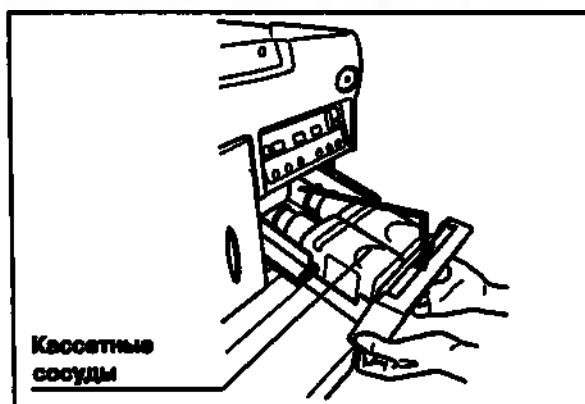

Рис. 4.47
5. Выдвиньте лоток для сосудов с дезинфицирующим раствором. При наличии в лотке кассетных сосудов опустите лоток вниз, при этом горлышки кассетных сосудов должны быть ориентированы вверх, чтобы не происходило вытекание дезинфицирующего раствора. При случайном вытекании дезинфицирующего раствора немедленно вытрите его чистой тряпкой (см. рис. 4.47). Сравните два лезвия для резиновых крышек кассетных сосудов, которые находятся позади кассетных сосудов с раствором; одно из лезвий располагается со стороны сосуда с раствором-1, другое – со стороны сосуда с раствором-2. Убедитесь в отсутствии деформаций, трещин и других повреждений на каждом из лезвий. Допускается лишь изменение их окраски. Не используйте OER при подозрении на наличие любых дефектов и обратитесь на фирму OLYMPUS.